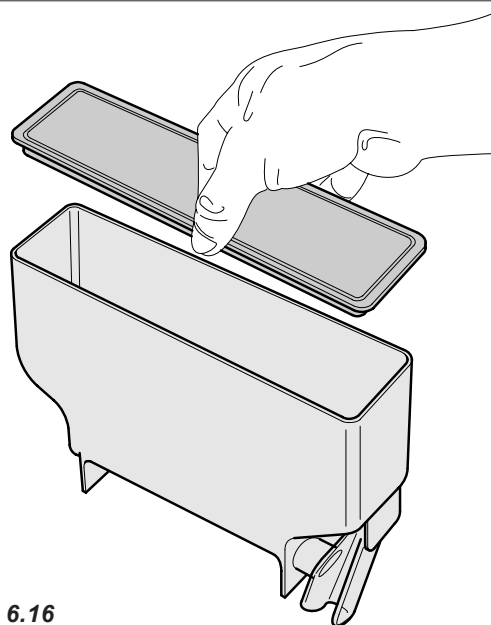

Рис. 6.16
- снимите крышки контейнеров и лотков для продуктов (рис. 6.16). Погрузите все детали в предварительно подготовленный раствор